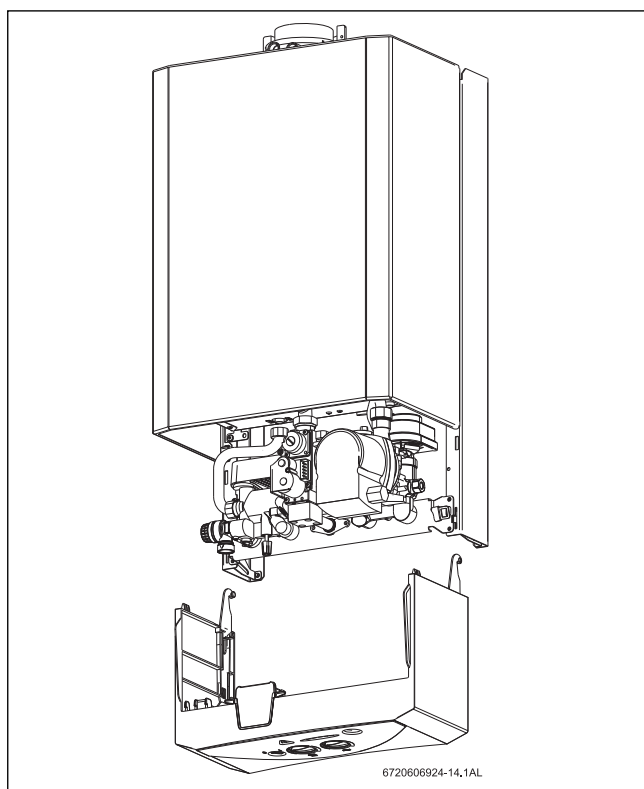

Fig. 9 Desmontaje del panel de mandos
- Para retirar completamente el panel de mandos estando posicionado según Fig. 9 , levántelo y tire de él hacia adelante.